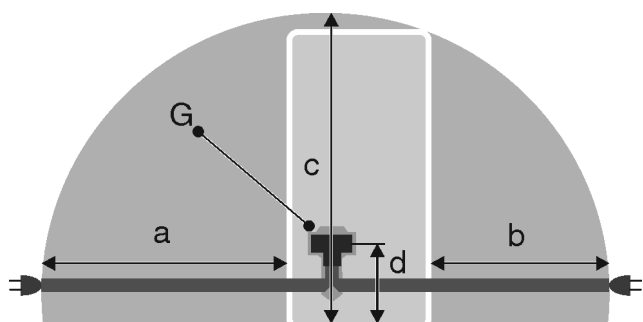

Fig. 51
- De contactdoos bevindt zich buiten het bereik van de achterzijde van het apparaat in het desbetreffende gedeelte Fig. 51 (a, b, c).
- ▶ Breng de apparaatstekker Fig. 51 (G) aan de achterzijde van het apparaat aan. Let op het correct vastklikken.